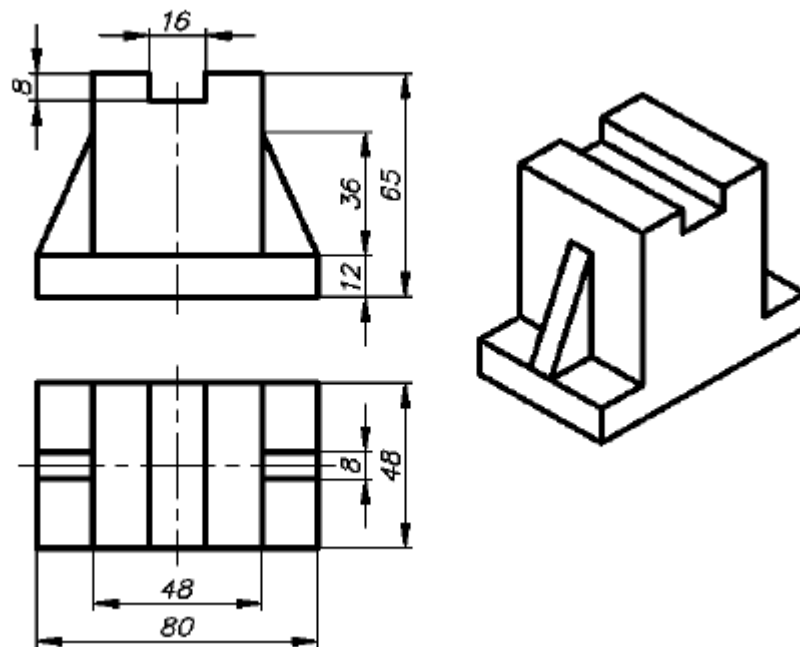

Рисунок 5. Исходные данные к заданию по теме
**Практическое занятие № 6. Построить три проекции детали «Стойка» (см. рисунок 5), пользуясь вспомогательными построениями (см. рисунок 5а)**
Рисунок 5а. Вспомогательные построения к практическому занятию